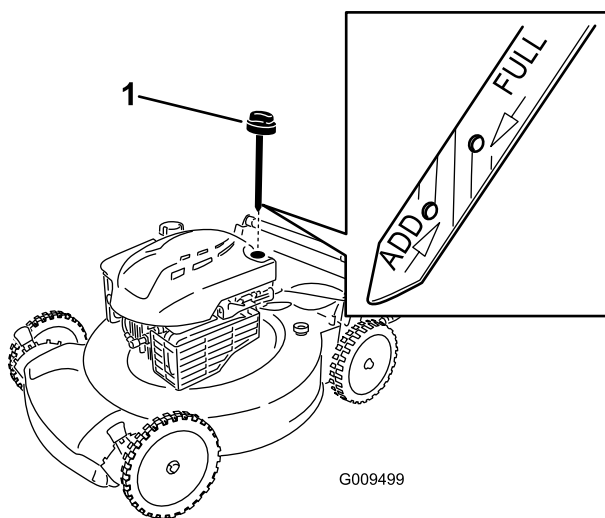

Рисунок 5
1. Извлеките масломерный щуп (Рисунок 5).
2. Медленно заливайте масло в маслозаливной патрубке до тех пор, пока уровень масла не достигнет отметки **Full (ЗАПОЛНЕНО)** на масломерном щупе (Рисунок 5). Проверка уровня масла с помощью щупа производится через 3 минуты после долива. **Не допускайте переполнения картера.** (Макс. объем масла: 0,59 л (20 унций.), тип: автомобильное моющее масло (SAE 30), имеющее классификацию API: SF, SG, SH, SJ, SL или выше.)